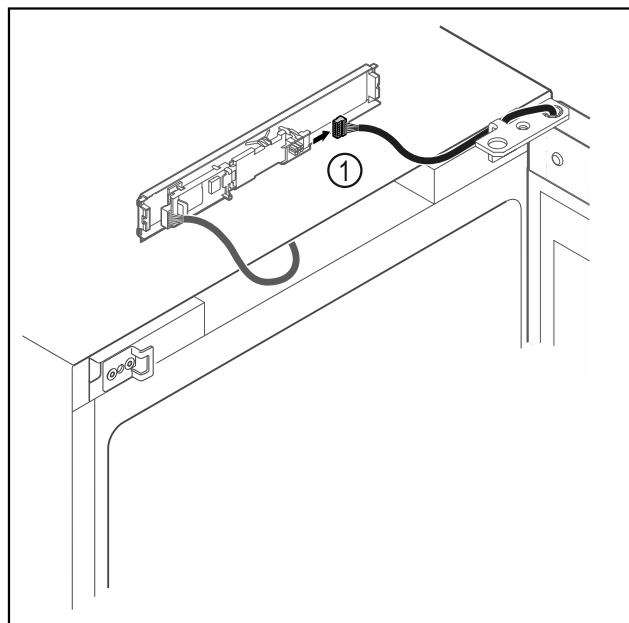

Fig. 10
- Scollegare il connettore Fig. 10 (1) dalla scheda.